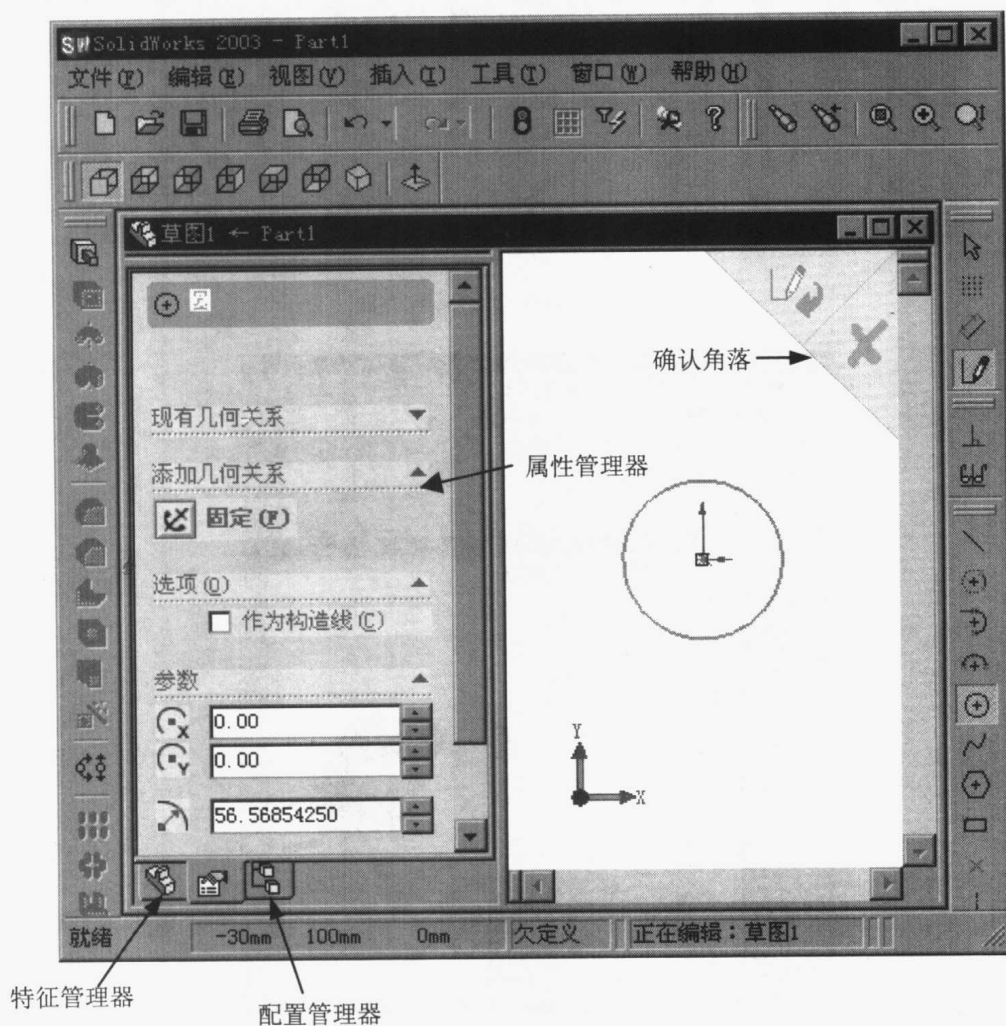

图 1.8 属性管理器界面
- ◆ 通过选择左侧窗格底部的标签，可以在特征管理器、属性管理器、配置管理器和“插件”之间切换，如图 1.8 所示。
显示草图、特征、装配体等功能的相关信息和用户界面，如图1.8所示。